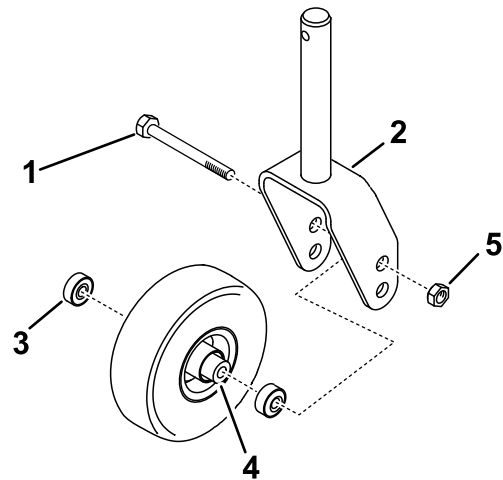

Figura 32
2. Retire la contratuerca del perno que sujeta el conjunto de la rueda giratoria en la horquilla (Figura 32). Sujete la rueda giratoria y retire el perno de la horquilla o del brazo de pivote.
3. Retire el cojinete de la rueda y deje que se caiga el suplemento del cojinete (Figura 32). Retire el cojinete del otro lado de la rueda.